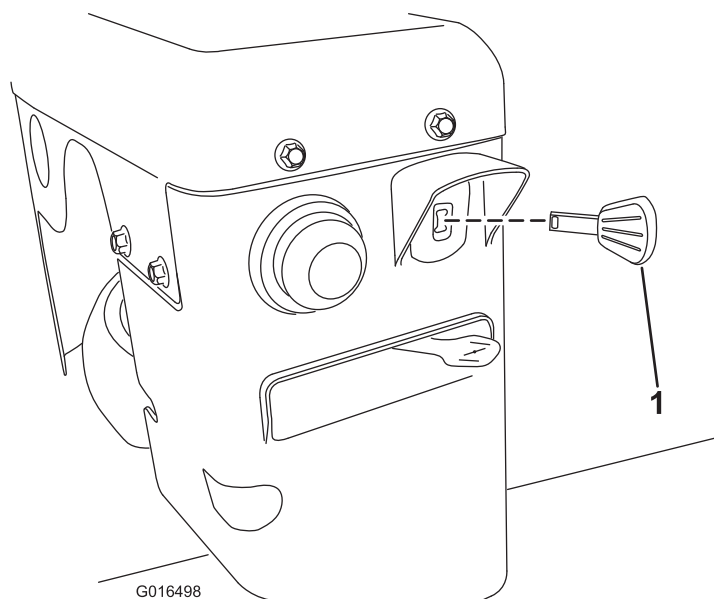

Figure 21
3. Insérez la clé de contact à fond (Figure 21).